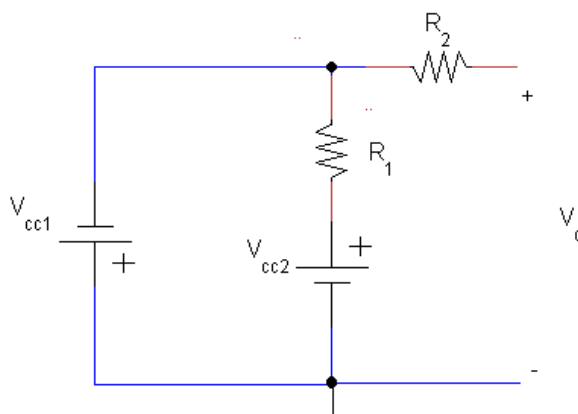

Fig. Q1
1. Dado el circuito de la Fig. Q1, con $V_{cc1} = 10\text{ V}$, $V_{cc2} = 5\text{ V}$, $R_1 = R_2 = 1\text{ k}\Omega$, podemos afirmar que V_o vale....